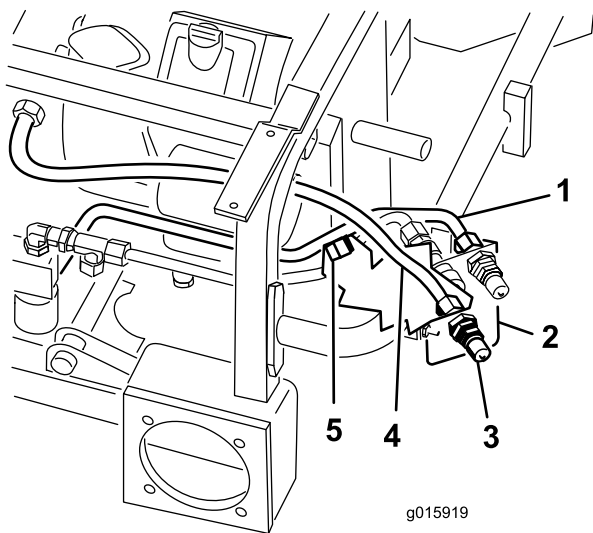

Figure 16
8. Montez la conduite hydraulique (flexible) n° 5 sur le raccord mâle supérieur (Figure 16) sans la serrer. L'autre extrémité de ce flexible sera mise en place à l'opération 10.